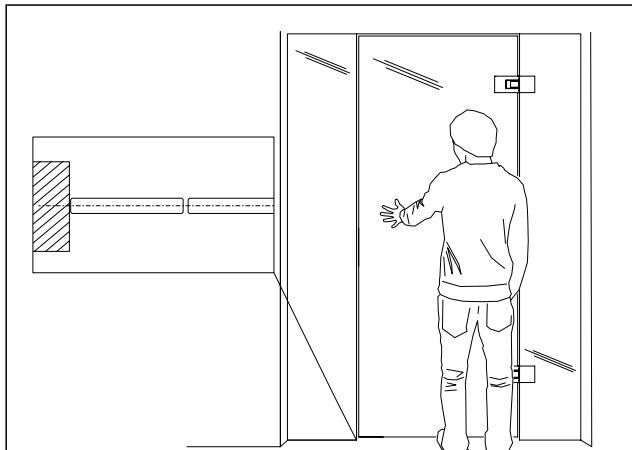

Abb. 34 Ideale Nulllage vom Glastürflügel zum Seitenteil
2. Den Glastürflügel in die ideale Nulllage bringen (Abb. 34).